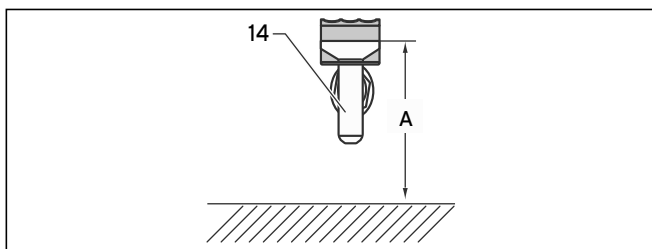

Рис. 4.3 Монтаж сливной воронки
- Монтируйте сливную воронку (14) согласно рис. 4.3 и табл. 4.2.